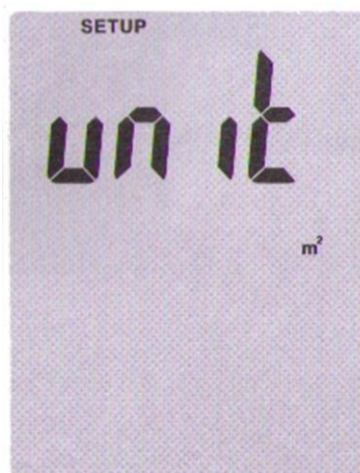
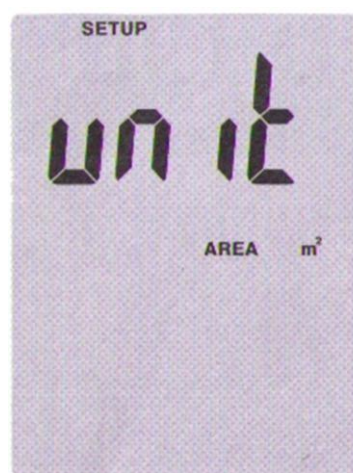

Fig 1
Fig 2
En el menú de ajustes, pulse la tecla  o  tantas veces hasta que aparezca "unit" en la pantalla (Fig 1). Seleccione con la tecla , en la pantalla aparecerá "AREA". Seleccione la unidad deseada (in²; m²; ft²) de nuevo con las teclas  y  (Fig 2), y confirme con la tecla .
4. Ahora, ajuste el cero absoluto. Para ello, el anillo protector metálico tiene que estar en la posición superior (velocidad del aire igual a cero). Pulse y mantenga la tecla  (Fig 1).